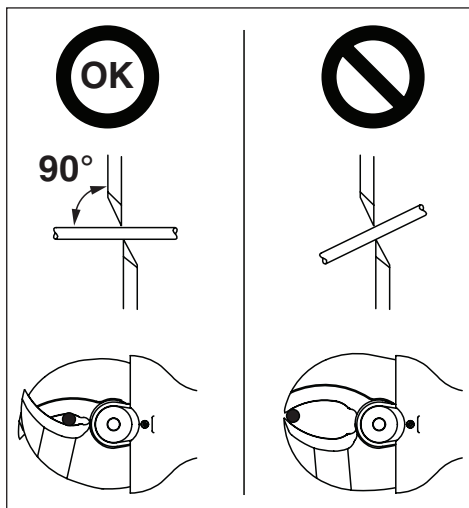

Figure 4, Positionnement de l'élément à couper entre les lames
Positionnez le matériau à couper entre les lames de la cisaille, de manière à ce qu'il soit perpendiculaire à l'axe des lames, comme illustré à la Figure 4. Cela permettra la meilleure qualité de coupe.
2. Positionnez le matériau à couper entre les lames. Assurez-vous qu'il soit perpendiculaire à l'axe des lames, comme indiqué en Figure 4. Reportez-vous aux instructions de la section 7.5 pour tout complément d'information.